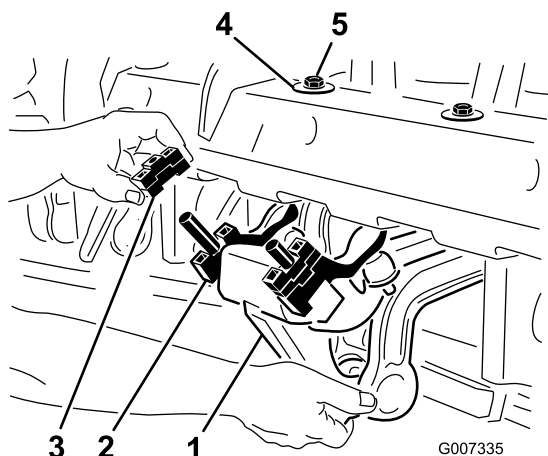

图26
1. 卸下将 Roto-Link 阻尼器总成固定至打孔头机架底部的锁紧螺母 1/2 英寸 图26。
2. 降低阻尼器总成与隔片接触 图26。
4. 再次将阻尼器总成组装到打孔头机架上。确保 D 垫圈按 图26 中所示靠住打孔头机架安装。固定 2 个锁紧螺母。